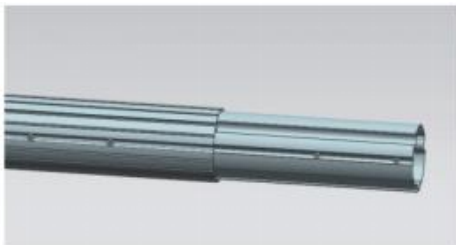
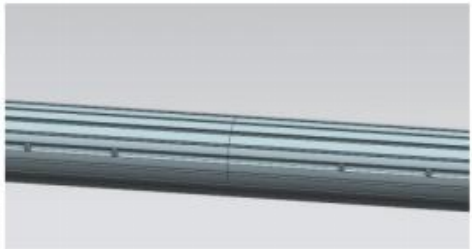

Abbildung D8
Abbildung D9
3.4 Ziehen Sie die Verbindungsrohre an beiden Enden der mittleren Spule bis zur roten Endposition heraus und montieren Sie das linke und rechte Rohrende . Fixieren Sie die Verbindung. die Verbindung mit S- Crew A. (Abbildung D8, Abbildung D9)